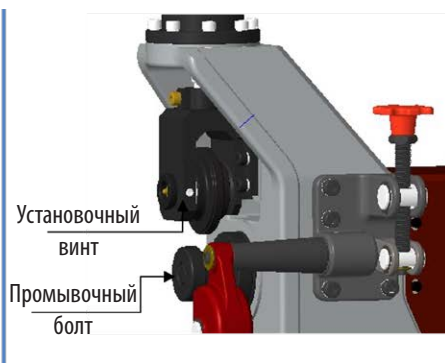

рис. 4
2. Снимите ролик с канавками. Ослабьте установочный винт на боковом блоке с помощью шестигранного ключа на 5 мм. Крепко возьмитесь за канавочный ролик и вытащите канавочный вал из бокового блока. См. рисунок 4.